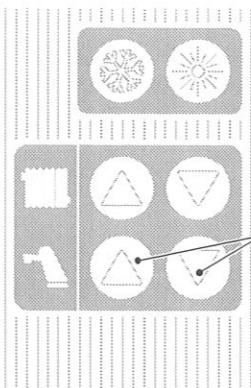
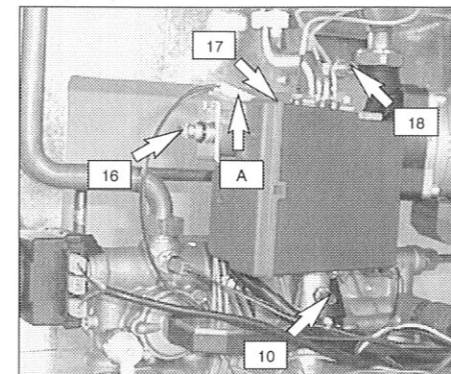
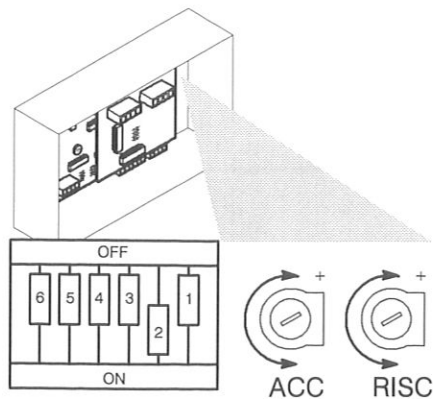

fig. 5.1
fig. 5.2
fig. 5.4
Dopo ogni misurazione delle pressioni gas, **richiudere bene** le prese di pressione utilizzate (10 e 18 in fig. 5.2), inoltre dopo ogni operazione di regolazione gas **gli organi di regolazione della valvola devono essere sigillati**.
- 1 A caldaia spenta (fuori servizio), controllare con un manometro la pressione di alimentazione utilizzando la presa pressione ingresso valvola gas (10 in fig. 5.2) e confrontare il valore letto con quelli riportati nella tabella **Pressioni di alimentazione gas** a pag. 4, 5
- 2 **Richiudere bene la presa di pressione (10)**
- 3 Posizionare la regolazione di temperatura sanitaria al massimo agendo sul tasto Δ (49 in fig. 5.1) del telecomando.
- 4 Sconnettere il filo di alimentazione (A) dell'operatore modulante (16) della valvola gas (17) fa-
cendo attenzione che non vada a toccare le parti metalliche della caldaia (fig. 5.2).
- 5 Prelevare un'abbondante quantità d'acqua calda sanitaria e confrontare quindi la minima portata di gas al contatore con i dati di tab. 5.1 e tab. 5.2. Per controllare il relativo valore di pressione utilizzare la presa pressione uscita valvola gas (18 in fig. 5.2) e confrontare quest'ultimo valore con la stessa tabella. Per tarare la pressione al bruciatore agire sul dado in ottone dell'operatore modulante (16 in fig. 5.2).
- 6 Ricollegare il filo di alimentazione "A" dell'operatore modulante (fig. 5.2).
- 7 Confrontare la massima portata di gas al contatore con i dati di tab. 5.3 e tab. 5.4. Per controllare il valore di pressione utilizzare la presa pressione uscita valvola gas (18 in fig. 5.2) e confrontare quest'ultimo valore con la stessa tabella. Per tarare la pressione al bruciatore agire sul dado in plastica tenendo fermo il dado in ottone dell'operatore modulante (16 in fig. 5.2).
- 9 **Richiudere la presa di pressione (18 in fig. 5.2).**
- 1 Aprire la presa di pressione in uscita alla valvola gas (18 in fig. 5.2) e collegare un manometro.
- 3 Verificare che l'accensione del bruciatore avvenga in modo uniforme ed eventualmente tarare il livello dell'accensione. Per tarare l'accensione spostare il micro selettore "6" (fig. 5.4) in posizione ON ed agire sul potenziometro "ACC" con un cacciavite appropriato fino a ottenere un'accensione corretta (consultare la tab. 5.5). Ad operazione termi-
- 1 Agire con un cacciavite appropriato sul potenziometro di regolazione "RISC" (fig. 5.4). Ruotando il potenziometro in senso antiorario si diminuisce la corrente massima di alimentazione del modulatore gas (16 in fig. 5.2), e di conseguenza, la pressione del gas al bruciatore.